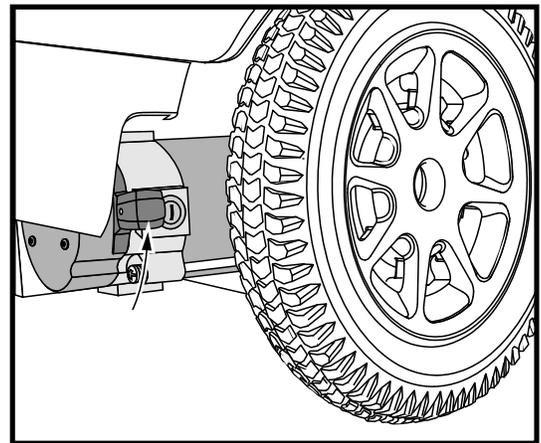

Figure 8. Mode de traction (embrayé)
2. Tournez les leviers vers le haut pour engager les freins. Voir la figure 8.